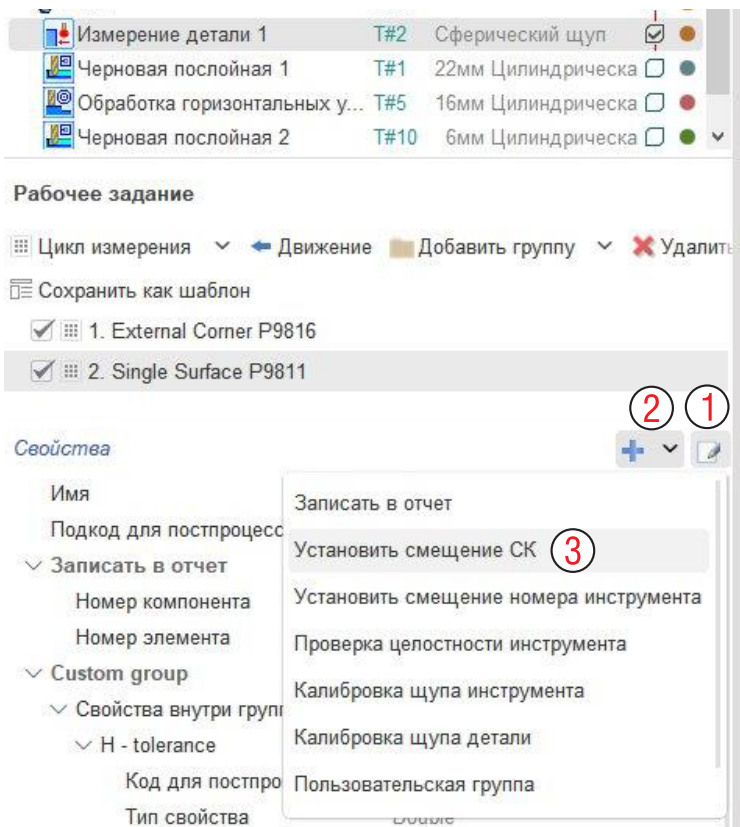

Рис. 17-4. Редактирование операций измерения в режиме эксперта.
Нажмите на иконку **Редактировать** (1 на рис. 17-4). Иконка для добавления новых функций появится (2). Нажмите на нее и выберите параметр **Установить смещение СК** (3).